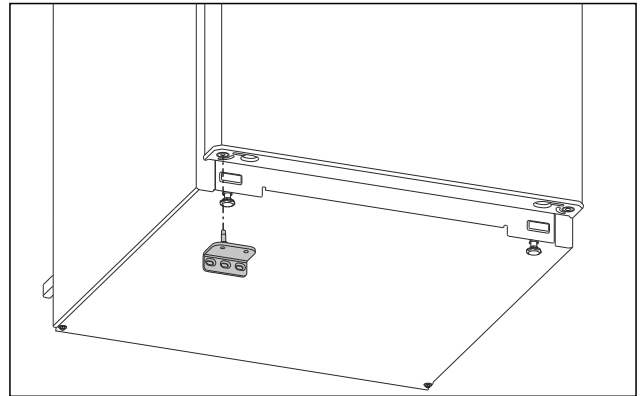

Fig. 14
- Placer le support de palier inférieur du côté opposé. (voir Fig. 14)